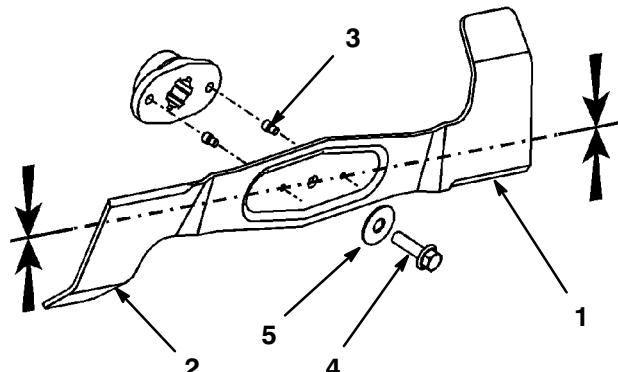

Abbildung 37
3. Schraube, Unterlegscheibe und Schnittmesser entfernen (Abb. 37). Zwischen Schnittmesser und Mähwerk kann ein Holzklotz gekeilt werden, um das Schnittmesser beim Entfernen der Schraube zu blockieren.
2. Die Schneidkanten untersuchen (Abb. 37). Wenn die Kanten nicht scharf sind oder Kerben haben, die Schnittmesser ausbauen und schärfen. Siehe "Schärfen der Schnittmesser", Seite 40.
3. Die Schnittmesser untersuchen, insbesondere die gebogenen Kanten (Abb. 37). Wenn Verschleiß oder Schäden in diesem Bereich bemerkt werden, muss sofort ein neues Schnittmesser installiert werden.
4. Wenn die Scherbolzen gebrochen sind, müssen sie sofort ausgetauscht werden (Abb. 37).
1. Schnittmesser, Unterlegscheibe und Schnittmesserschraube anbringen (Abb. 37).